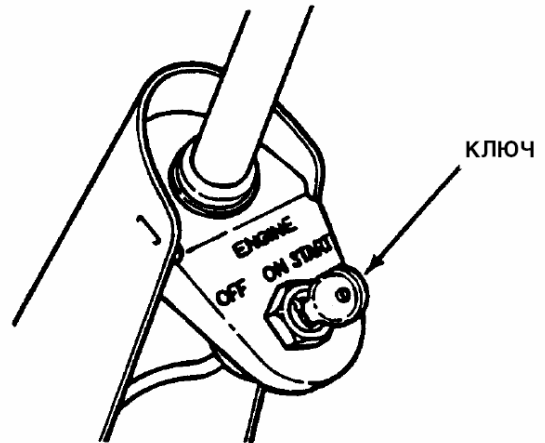

Рис. 2.9
6. Поверните ключ замка зажигания в положение ON (ВКЛЮЧЕНО). См. рис. 2.9.